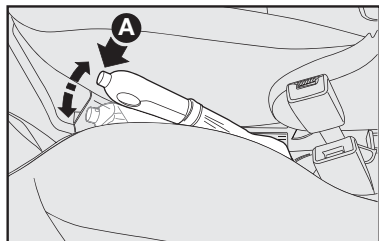

fig. 1
## FRENO DE ESTACIONAMIENTO - fig. 1
- 1) Levante un poco la palanca y presione el botón **A**-fig. 1.
- 2) Con el botón presionado baje la palanca. El señalador luminoso (D) se apaga.